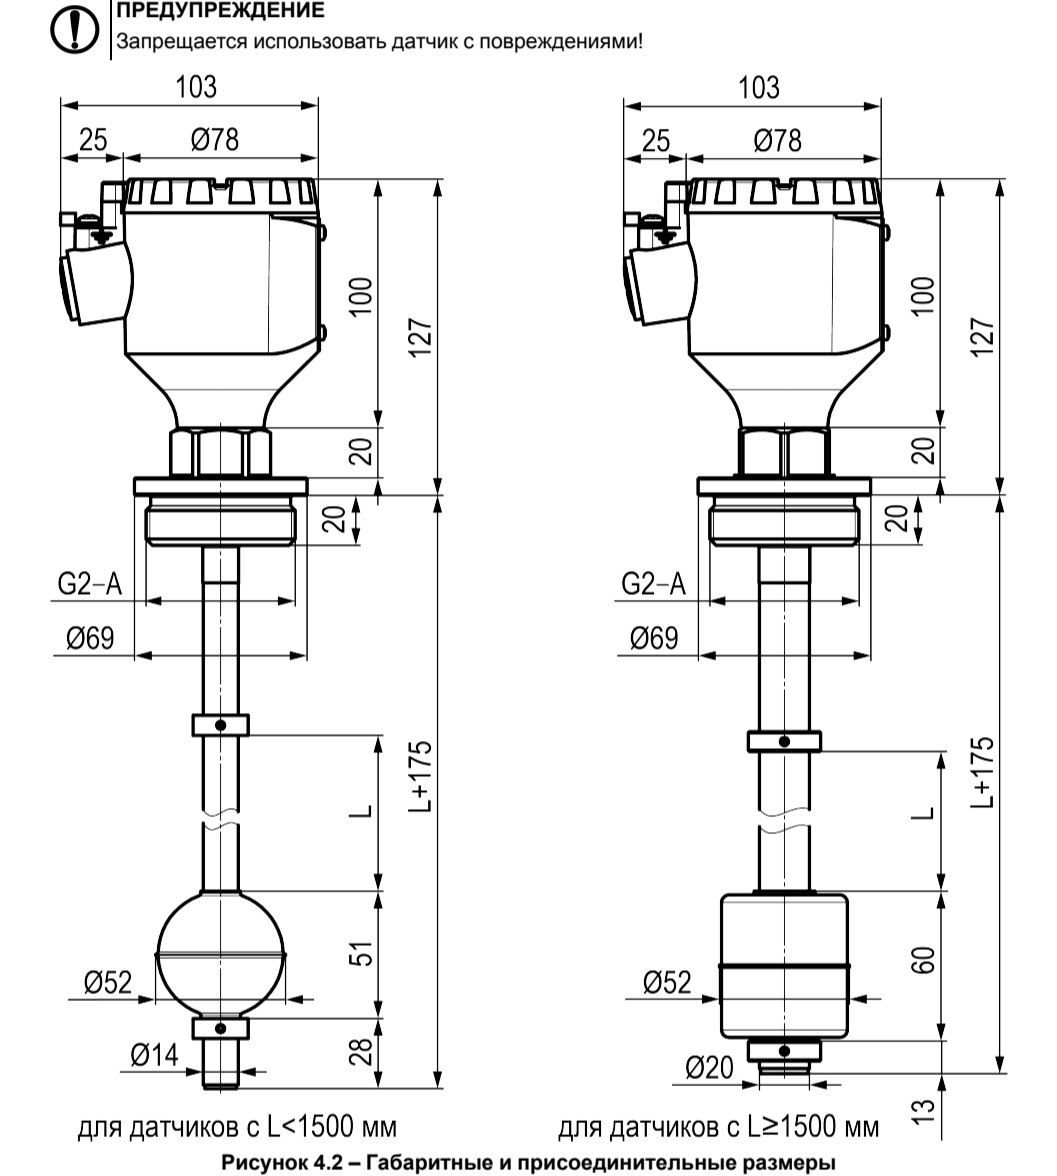

Рисунок 4.2 – Габаритные и присоединительные размеры
- убедиться, что габаритные и присоединительные размеры на технологическом объекте соответствуют размерам датчика (см. рисунок 4.2) – для исполнений с присоединительной резьбой G2;